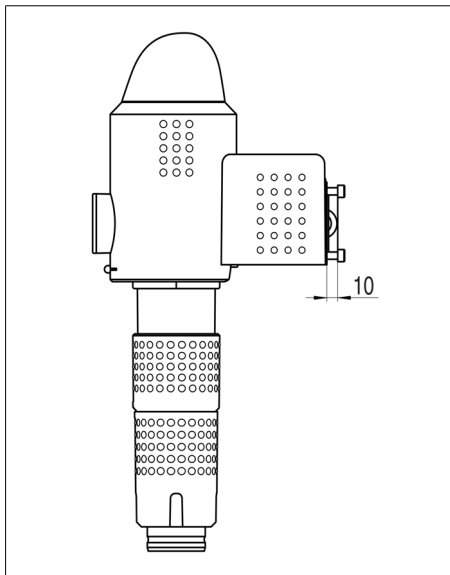

Fig. 4 : Ecart entre vis et boîtier
- Vissez les vis de l'armature de sécurité anti fuites (cf. fig. 4) jusqu'à concurrence d'un écart de 10 mm par rapport au plan de la bride, dans le filtre de protection à rétrolavage ou la station d'eau domestique.